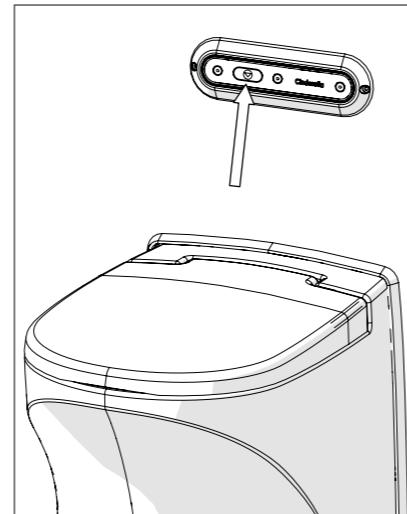

Fig. 3
6. Appuyez sur le bouton de démarrage (fig. 3). Lorsque le volet est fermé, la combustion démarre. Les toilettes peuvent à nouveau être utilisées.